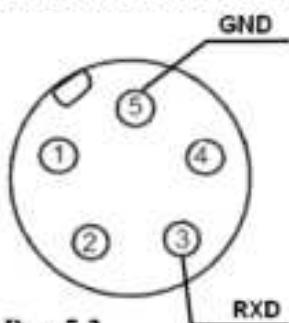

Рис.5.2
*Подключение по методу RS 232 (см. рис. 5.2):*